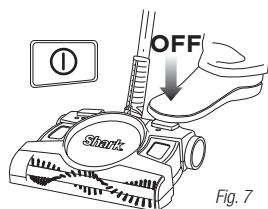

Fig. 7
- 1 Assurez-vous toujours que l'appareil est éteint. (fig. 7)